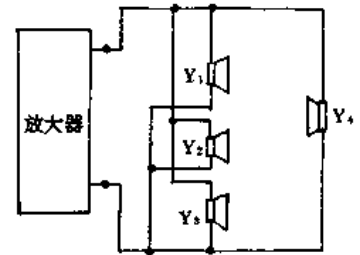

图 12-7
(2)判断多只扬声器的相位:如图 12-7 所示,如果放大器输出端接有四只扬声器,则先用适当长度的花线将其中三只扬声器  $Y_1$ 、 $Y_2$ 、 $Y_3$  并联后引出,并使纸盆朝上,再用 50cm 长的花线将另一只扬声器  $Y_4$  与之并联,手拿  $Y_4$ ,纸盆朝下,分别去靠近  $Y_1$ 、 $Y_2$ 、 $Y_3$  扬声器,遇到那只扬声器的声音增大则为同相,遇到声音变小则为反相,需调线后方可使用。